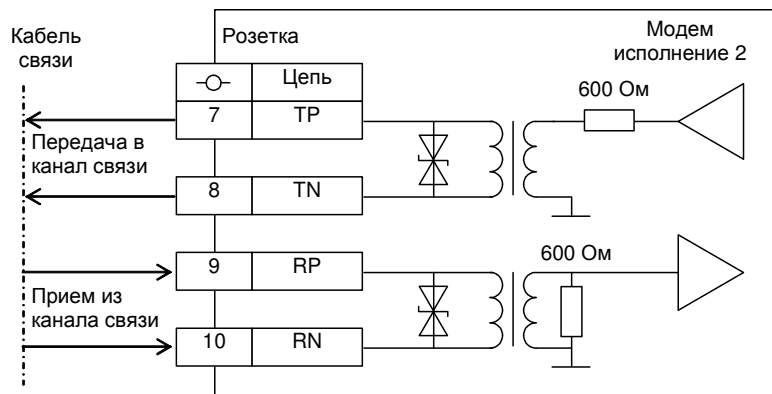

Рисунок 4 – Схема линейных узлов стыка С1-ТЧ модема исполнения 2 для варианта А
- вариант А (рисунок 4) – четырехпроводное окончание – цепи приема и передачи изолированы между собой;